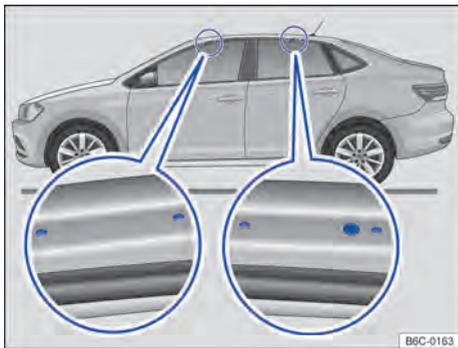

Fig. 119 Pontos de fixação dos suportes de base do bagageiro do teto (ambos os lados).
Os furos ou marcações dos pontos de fixação dos suportes de base ficam visíveis com a abertura das portas (diantes e traseiras) do veículo e encontram-se no lado nas vigas do teto → Fig. 119 (lupa). Os furos ou marcações para fixação atrás encontram-se no lado inferior das vigas do teto → Fig. 119 (lupa direita).
- Fixar os suportes de base somente nas marcações indicadas na figura → Fig. 119.